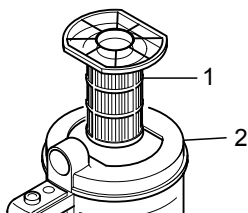

Abb. 20
3. Entnehmen Sie den Lamellen-Zentralfilter (Abb. 20/1) nach oben aus dem Staubbehälter (Abb. 20/2).